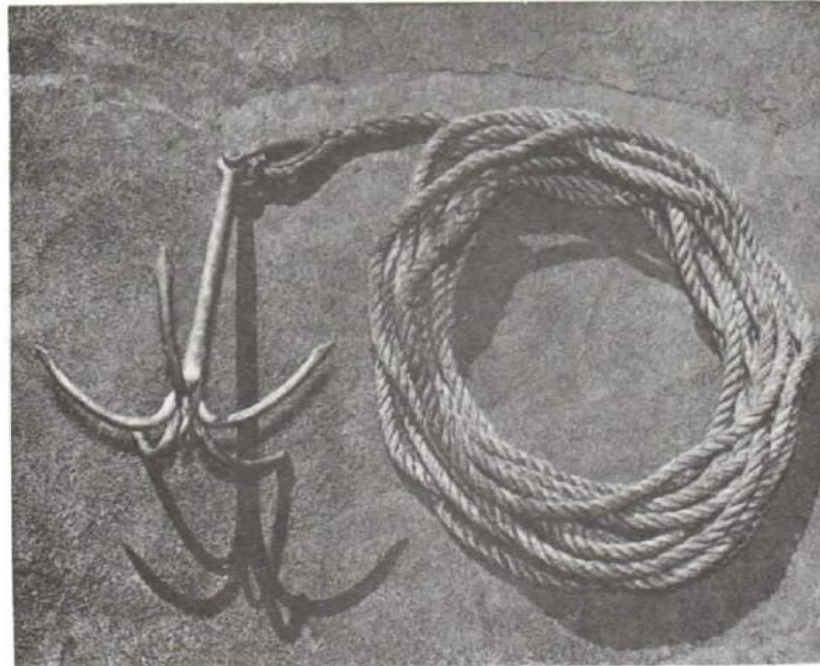

Figure 11-72
1. A grapnel is a steel shank with from 3 to 5 curved arms at the end. See Figure 11-72. Grapnels are secured to a length of line and used to pick up floating objects or dragging the bottom for lost gear.
1. Un grappin est une sorte de verge portant trois à cinq pattes recourbées aux extrémités (voir la figure 11-72). Les grappins sont fixés à une longueur de filin et sont utilisés pour ramasser des objets à la dérive ou draguer le fond pour la récupération d'objets coulés.